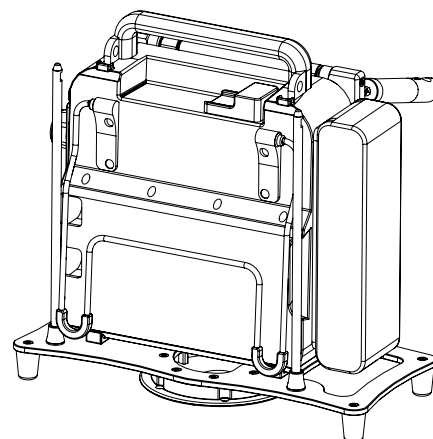

Figure 8: Déverrouillage et ouverture du support
1. Appuyer et maintenir les boutons à déclenchement rapide simultanément, puis basculer le haut du support vers l'avant (Figure 8).